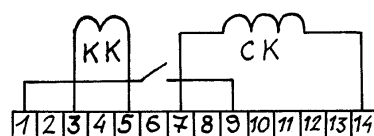

рис.13
11. При аварийном питании телевизоров от старых аккумуляторов посредством применения преобразователей напряжения, пользователь сталкивается с проблемой ускоренного разряда источника питания. Для такого случая лучше брать портативные черно-белые телевизоры: они самые экономичные и не требуют никаких преобразователей. Если портативного телевизора нет, то лучше использовать полупроводниковый телевизор черно-белого изображения: он не такой "прожорливый", как цветной и ламповый. Потребляемая мощность также зависит от величины экрана. В любой телеприемник для особо экономной работы можно ввести режим радиоприемника звукового сопровождения телевизионных программ. Для этого потребуется выключатель и пара проводов. Провода припаивают к выключателю и в разрыв перемычки на фишке отклоняющей системы (ОС). Любой телевизор имеет на кинескопе катушки ОС. Провод от этих катушек имеет фишку с искомой перемычкой. В наиболее распространенных полупроводниковых ч/б телевизорах ЗУСТ фишка находится посередине платы и обозначена XP5 (гнездо XS5). Она имеет перемычку, соединяющую штырьки 1 и 9, вместо которой и следует установить выключатель (рис.13). С его помощью сможете обесточивать самую энергопотребляющую